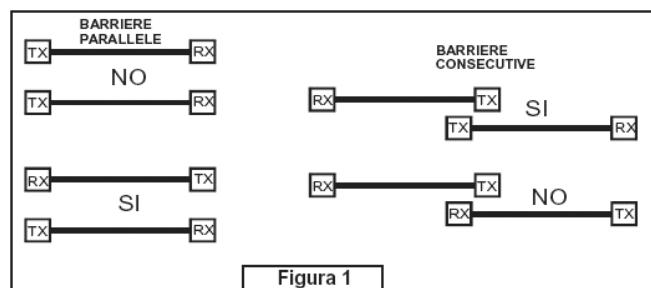

Figura 1
- Se vengono installate delle barriere consecutive o parallele utilizzare la configurazione descritta in figura 1.